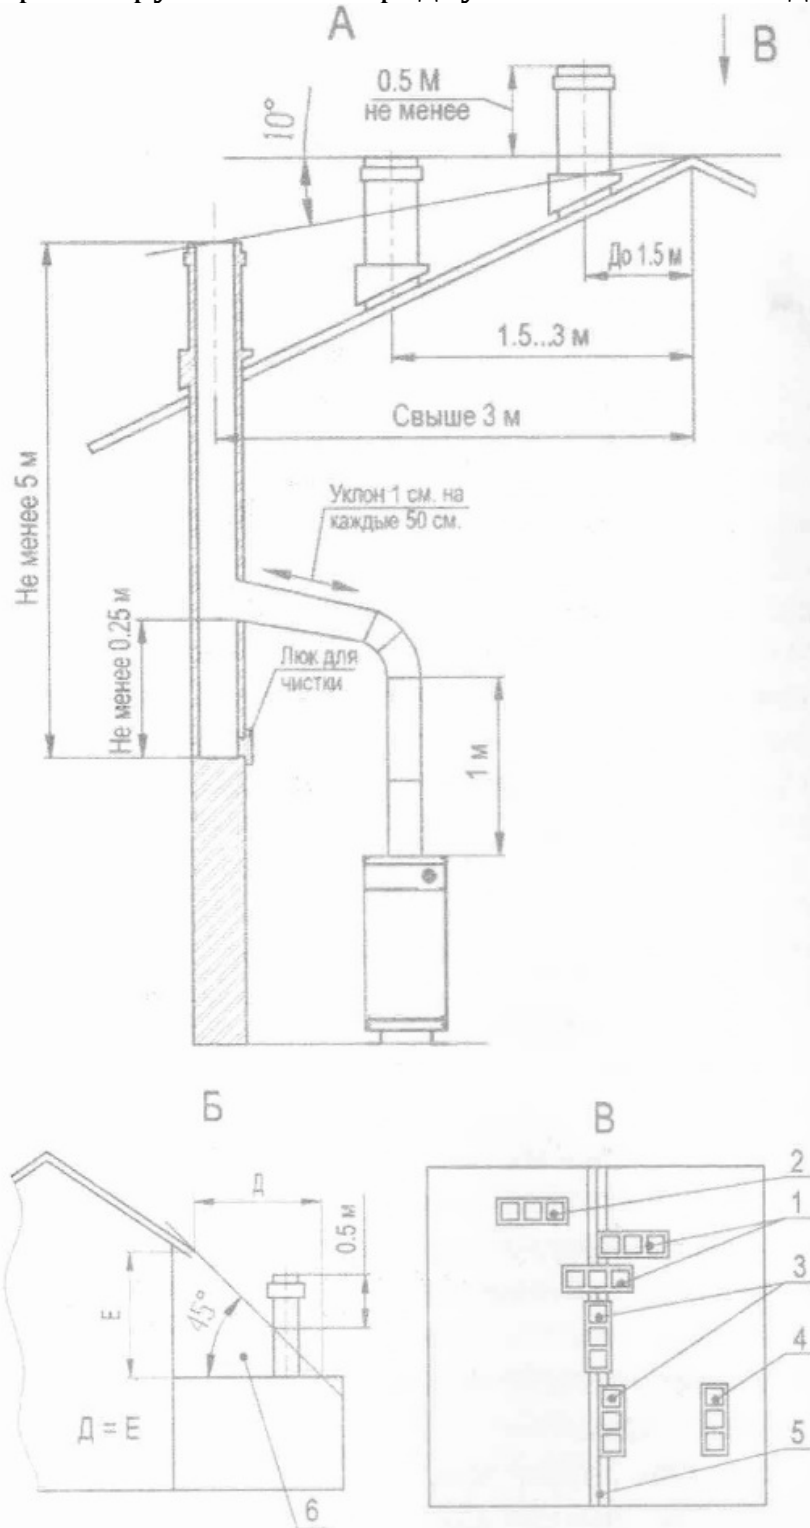
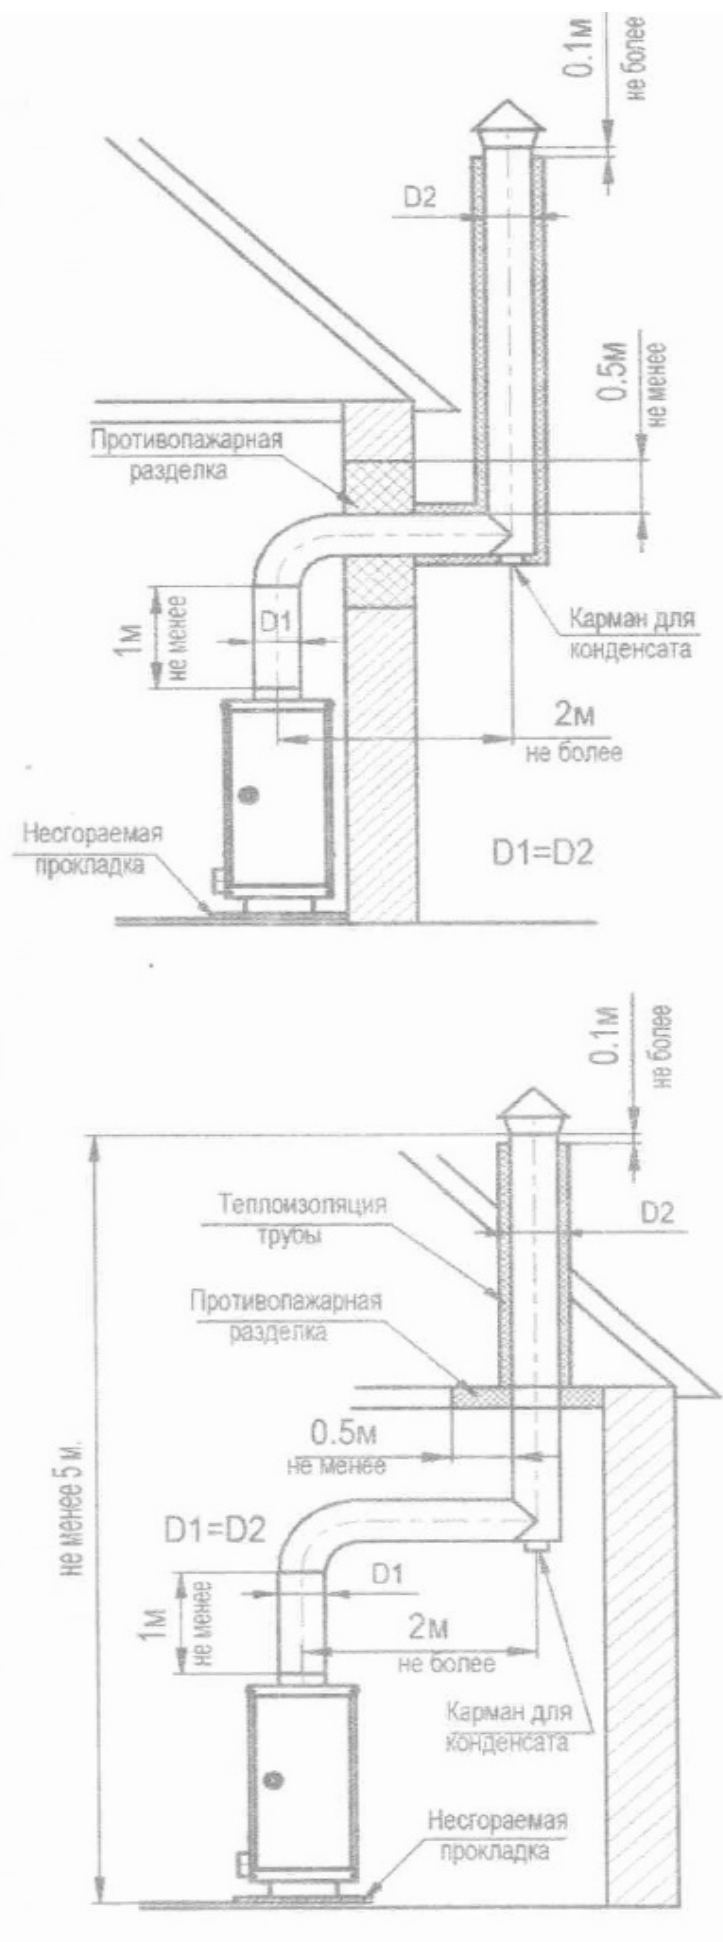

Рис. 4. Схема расположения дымовой трубы.
Рис. 5. Схема установки дымовой трубы с выводом через стену и с выводом через потолочное покрытие.
- 7.6. Котел работает при естественной тяге, создаваемой дымовой трубой за счет разницы холодного и нагретого воздуха, поэтому устройство дымовой трубы должно отвечать следующим требованиям см (рис.4, рис.5):
- высота трубы над крышей должна быть не менее размеров, указанных на рис. 4, обратите внимание на положение оголовка трубы с несколькими каналами относительно конька крыши;